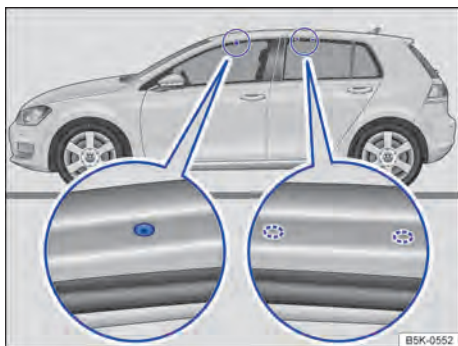

Fig. 102 Pontos de fixação dos suportes de base.
As perfurações para fixação do suporte de base dianteiro se encontram nos lados inferiores das vigas do teto e são fechadas com parafusos de plástico $\Rightarrow$ Fig. 102 (lupa esquerda), que devem ser desaparafusados antes da montagem.
As marcações para fixação do suporte de base na frente encontram-se nos lados inferiores das vigas do teto $\Rightarrow$ Fig. 102 (lupa direita).
- Fixar os suportes de base somente nas perfurações e marcações indicadas na figura $\Rightarrow$ Fig. 102.